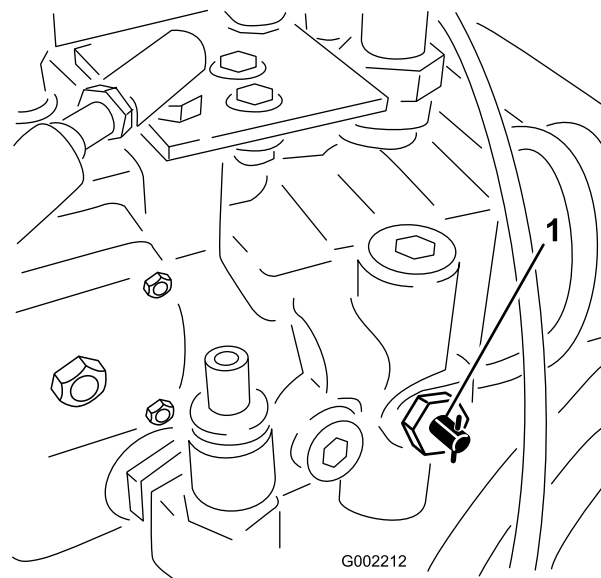

Bild 53
1. Drehen Sie das Abschleppventil (Bild 53) um 90° in eine Richtung, um es zu öffnen.